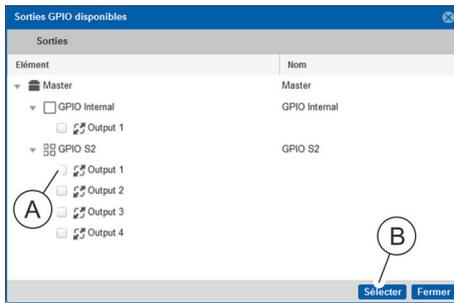

Fig. 126 : Fenêtre « Sorties GPIO disponibles »
- ⇒ La fenêtre « *Sorties GPIO disponibles* » (Fig. 126) s'ouvre.
- 10. Sélectionner la sortie souhaitée sur le module GPIO (Fig. 126 /A) et appuyer sur le bouton « Sélectionner » (Fig. 126 /B) pour enregistrer la sélection.